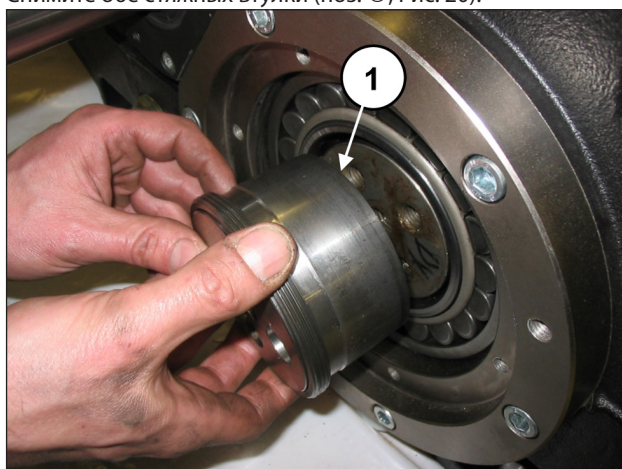

Рис. 20
Снимите обе стяжных втулки (поз. ①, Рис. 20).